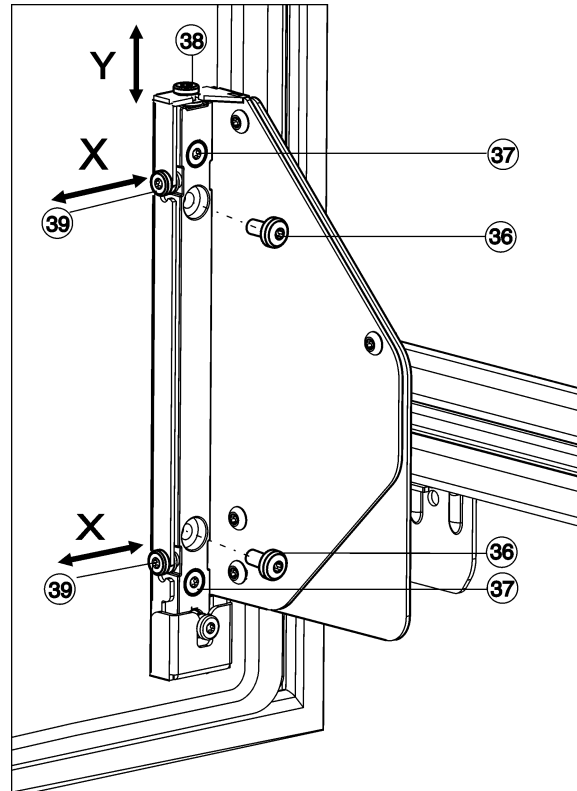

Fig. 27
- ▶ Kierrä ruuvit Fig. 27 (36) kokonaan ulos.
- ▷ Hävitä ruuvit Fig. 27 (36), niitä ei enää tarvita.
- ▶ Avaa ruuveja Fig. 27 (37) vain 1 - 2 kierrosta.
- ▶ Kierrä säätöruuvia (38). Myötäpäivään: ovi liikkuu kork. 4 mm ylöspäin. Vastapäivään: ovi liikkuu kork. 2 mm alas päin.
- ▶ Kiristä kaikki ruuvit Fig. 27 (37) jälleen.
- ▶ Jos ruuvit Fig. 27 (36) ovat vielä olemassa, ruuvaa ne kokonaan irti.
- ▶ Säädä säätöruuveja Fig. 27 (39) aina halutun sivuttaisen säätösuunnan mukaisesti.
- ▶ Kiristä ruuvit Fig. 27 (37) uudelleen suoritetun sivuttaisen säädön jälkeen.